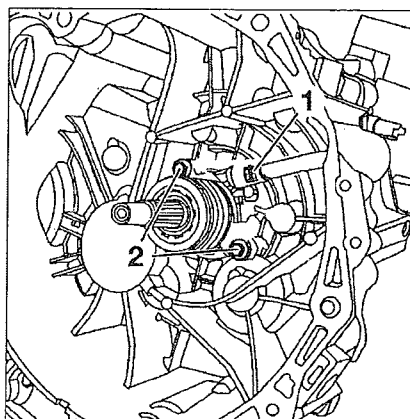

FIG. 3
- les deux vis de la butée sur le carter d'embrayage (Fig.3),
- le raccord hydraulique (1),
- la butée d'embrayage (2).